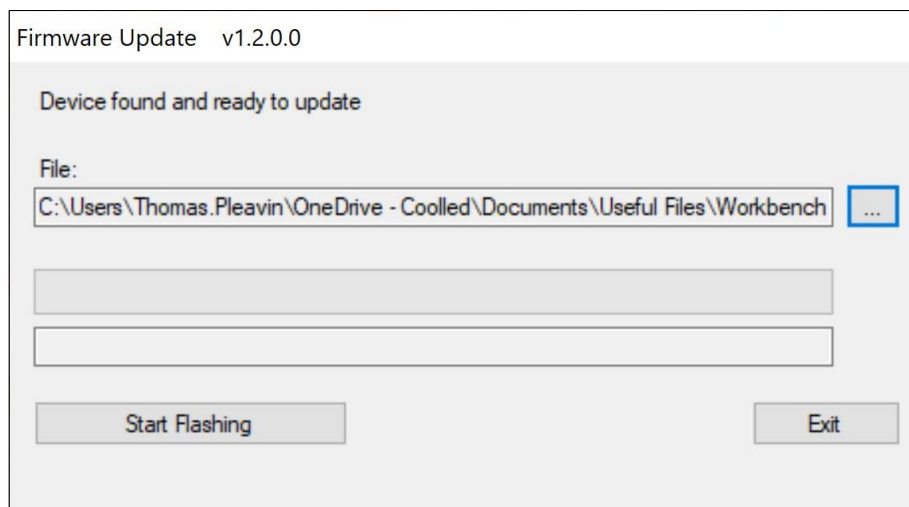

図 57- ファームウェア・アップデート・ウィンドウ。
12. ファイル・ボックスにファイル・パスが入力された状態で、[Start Flashing]ボタン(図 57)。